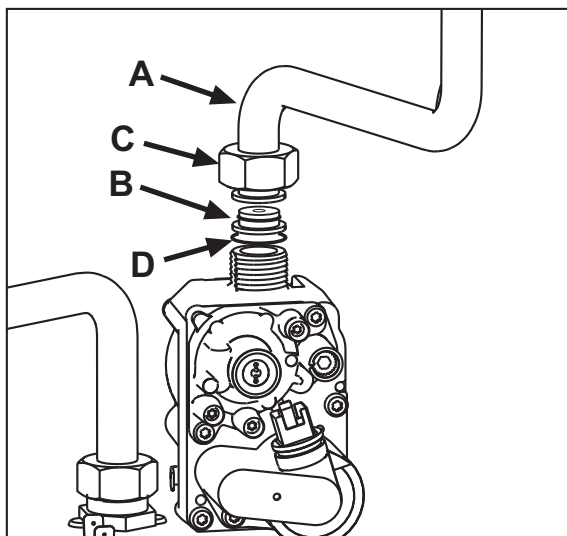

fig. 22
3. Desenrosque la tuerca C y desconecte el tubo A de la válvula del gas ( fig. 22).
4. Reemplace el inyector B del tubo del gas por el que se incluye en el kit de transformación, interponiendo la junta D ( fig. 22).